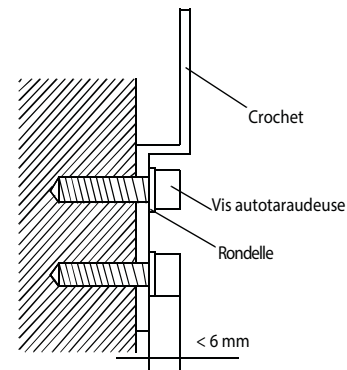

Figure 6 – Suspension du module intérieur
3. Une fois les crochets ancrés, soulevez le module et déposez-le sur les crochets. Vérifiez que les crochets sont correctement situés derrière le module (consultez la figure 6).